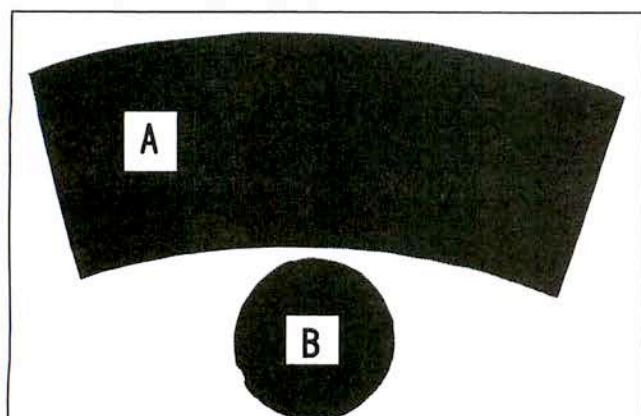
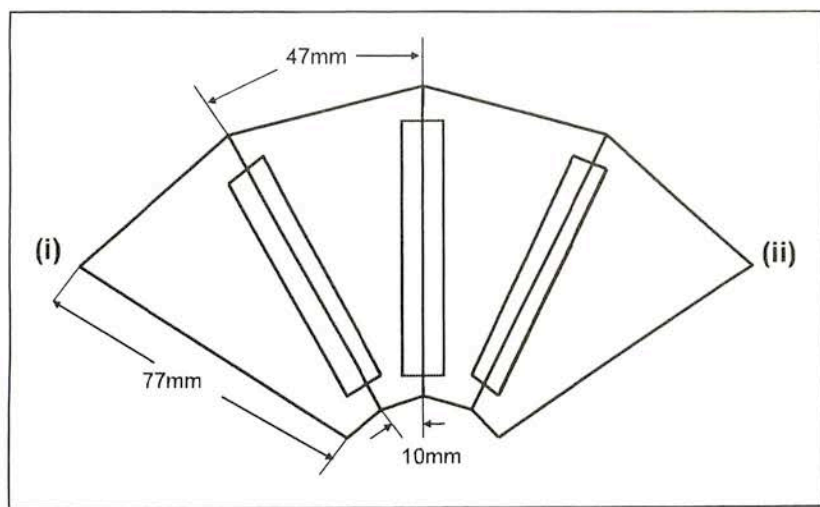

図1 紙コップの内面を黒くするために黒の色画用紙でA、Bを2組作る。
図2 ポリカーボネイトミラー (厚み0.5mm) で四角錐ミラーを作る。
1. 黒色（つや消し）の画用紙で図1（A、B）のような形の紙を2組作ります（紙コップの内面に入れて反射防止に用います）。Aは側面用で、Bは底用です。A、Bを紙コップ（a）と（b）の2個の内面に、両面テープで紙コップから外れないように取り付けます（図2）。
2. ポリカーボネイトのミラーを切り、図2のようなミラー片を4枚作ります。このミラーの裏側を上にして、机の上に並べます。その時、ミ
ラーの隙間を約0.5~1mm あけて置きます (図2)。そして、ミラーの裏側をセロテープではります (図2)。ミラーの保護膜を取り除き、ピカピカ光っている方を中側にして、(i)と(ii)が合うように四角錐に折り曲げ、両端 (iとii) をセロテープでとめます。(この四角錐ミラーは実験3 で用います。)